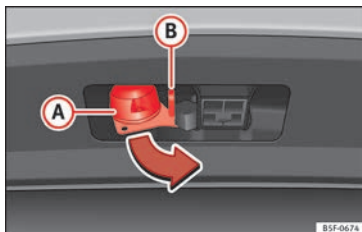

Fig. 244 Girar el conector de 13 polos
- Agarre el conector de 13 polos por la zona **A** y extráigalo en el sentido de la flecha **» fig. 244.**
- Agarre el conector de 13 polos por la zona **A** e introdúzcalo en el sentido contrario al de la flecha **» fig. 244.**
El ojal de seguridad **B** **» fig. 244** sirve para enganchar el cable de retención del remolque.